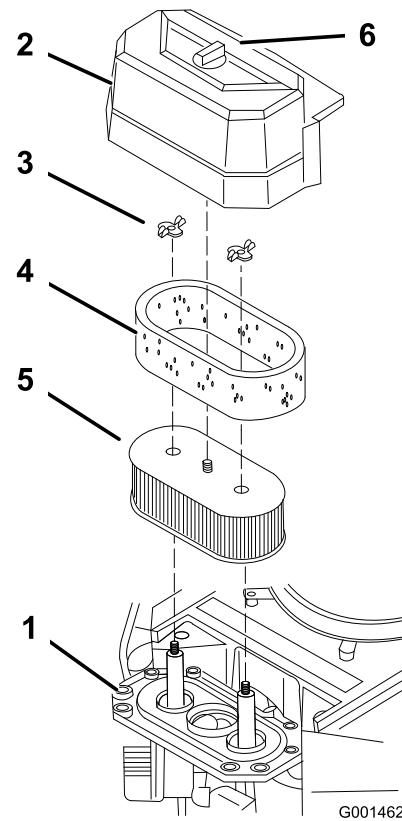

Figura 24
3. Limpie alrededor del limpiador de aire de forma que la suciedad no penetre en el motor y cause daños (Figura 24).
4. Desenrosque el pomo de la cubierta y retire la cubierta del limpiador de aire (Figura 24).
5. Desenrosque las 2 tuercas de orejeta y retire el conjunto del limpiador de aire (Figura 24).
6. Retire cuidadosamente el filtro de gomaespuma del filtro de papel (Figura 24).
1. No llimpie el filtro de papel. Cámbielo cada 200 horas de funcionamiento (Figura 24).
1. Deslice cuidadosamente el filtro de gomaespuma sobre el filtro de papel (Figura 24).
2. Coloque el conjunto del limpiador de aire sobre la base del limpiador de aire y fíjelo con 2 tuercas de orejeta (Figura 24).
3. Coloque en su posición la cubierta del limpiador de aire y apriete el pomo de la cubierta (Figura 24).